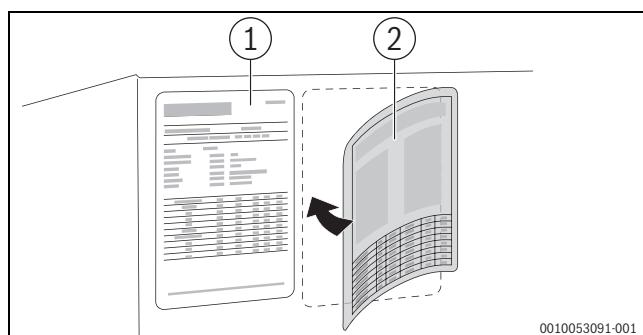

Bild 28 Typschild aktualisieren bei Umstellung auf **LowNOx-Variante**
- ▶ Mitgeliefertes Typschild **neben** das vorhandene kleben (→Bild 28, [2]).